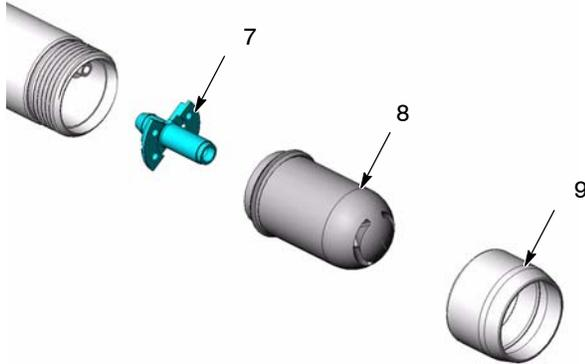
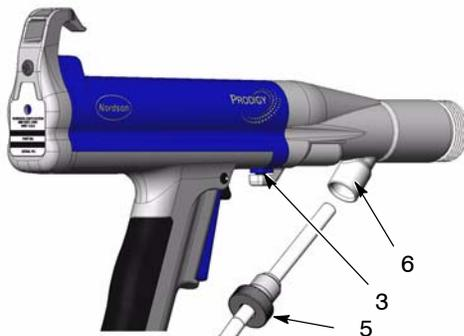

Abb. 17 Düse und Schlauchadapter abnehmen.
Abb. 23 Adapterhalteschraube lösen
2. Siehe Abbildung 17. Baugruppe Haltemutter (9) und Düse (8) losschrauben und von der Sprühpistole abnehmen.
3. Den Schlauchadapter (7) vom Pulverschlauch abziehen.
1. Siehe Abbildung 17. Düse (8) und Haltering (9) von der Sprühpistole (3) losschrauben.
2. Den Schlauchadapter (7) aus dem Pulverschlauch ziehen.
3. Siehe Abbildung 23. Den Verriegelungsring (5) losschrauben und den Pulverschlauch aus dem Pistolenadapter (6) ziehen.
4. Die Halteschraube (3) am Pistolenadapterboden lösen.
6. Siehe Abbildung 17. Schritte 4–8 unter *Installation* auf Seite 7 ausführen, um den Pulverschlauch in der Sprühpistole zu installieren.
8. Siehe Abbildung 17. Schritte 4–8 unter *Installation* auf Seite 7 ausführen, um den Pulverschlauch in der Sprühpistole zu installieren.